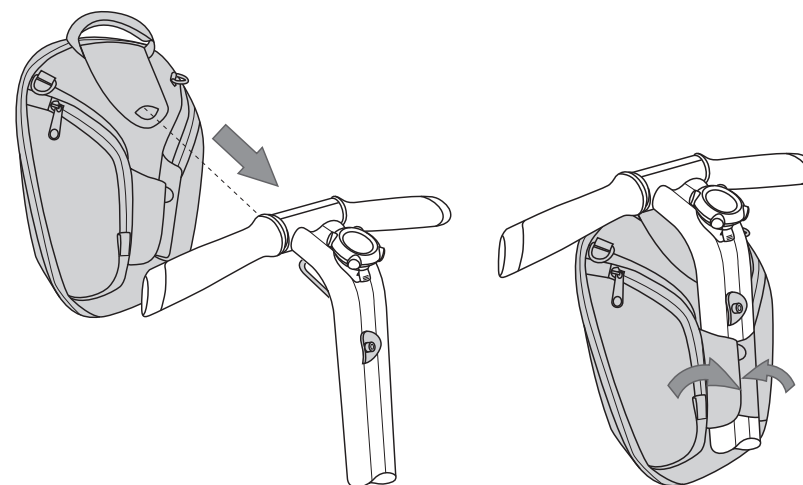

Figura 2. Cómo instalar la bolso para el manillar
6. Deslice el bolso para el manillar en el soporte. Consulte la figura 2.
8. Asegúrese de que las tiras estén firmemente cerradas alrededor de la barra de dirección LeanSteer. Consulte la figura 2.